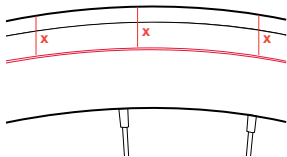

Figure 8. Correct. Vérifiez que la ligne de moulage du pneu est située à égale distance (X) du bord de la jante sur toute la circonférence du pneu.
9. Vérifiez que les flancs du pneu sont correctement insérés dans la jante (Figures 8 et 9). La plupart des pneus comportent une ligne de moulage sur chaque flanc, près de l'endroit où le pneu rentre dans la jante. La distance entre la ligne de moulage et le bord supérieur de la jante doit être régulière sur toute la circonférence de la jante et égale des deux côtés. Si la distance n'est pas régulière, dégonflez le pneu et recommencez les étapes 7 et 8.
12. Vérifiez de nouveau que les flancs du pneu sont correctement insérés dans la jante (Figures 8 et 9).